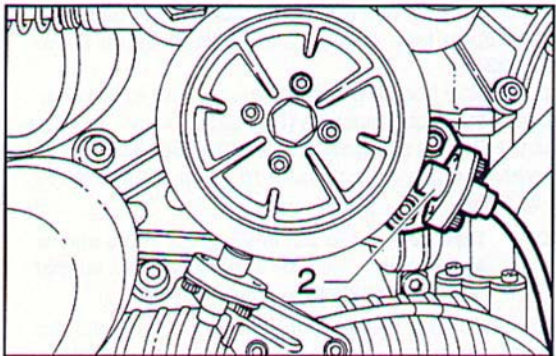

Fig. 330 ▲
- montare il sensore di giri laterale asolato (2), accostandone le viti di fissaggio, in attesa di registrarne la posizione (Fig. 330);
- mount the lateral slotted rpm sensor (2), putting in the securing screws but not locking before regulating position (Fig. 330);